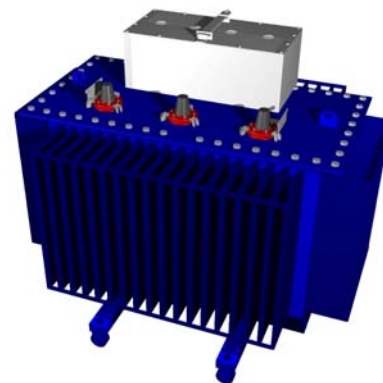

Figure 4.12
- Placer la pièce de fermeture de sécurité porte cadenas "D", fournie avec le transformateur, sur le capot supérieur "C" en la faisant passer à travers les guides placés à cet effet (voir figure 4.12).